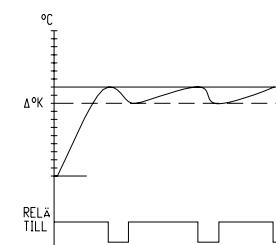

Fig. 2
Vrid potentiometer ④ medols för större hysteres. Min. läge=1°K, Max. läge=10°K. Se Fig. 2.